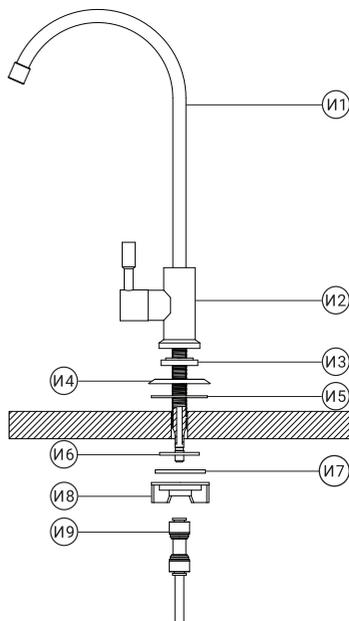

Рис. 13
2. Удалите транспортную заглушку и произведите монтаж крана (рис. 13) в следующей последовательности:
5. Фитинг 1/4" вместе с установленной в него трубкой подключите к штоку крана чистой воды (см. раздел «Присоединение трубок» (стр. 9), рис. 13).